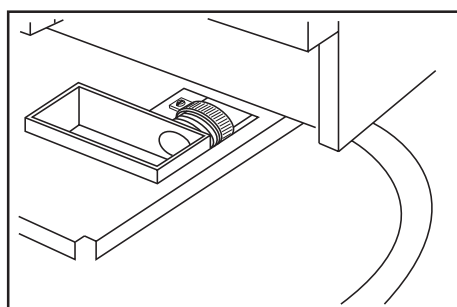

Fig. 5
- Collegare al manicotto di scarico posto sotto al piano della macchina un tubo avente diametro interno di 15÷17 mm. e fermarlo con una fascetta a vite (fig.5).